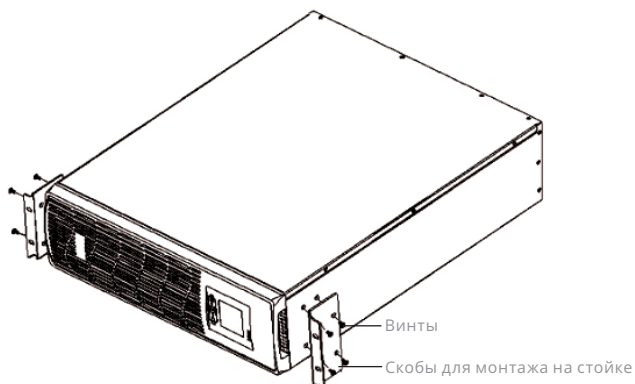

Рис. 3.2.3.3. Установка креплений для монтажа в стойку
- ИБП в стойке после установки монтажных креплений (см. рис. 3.2.3.4).